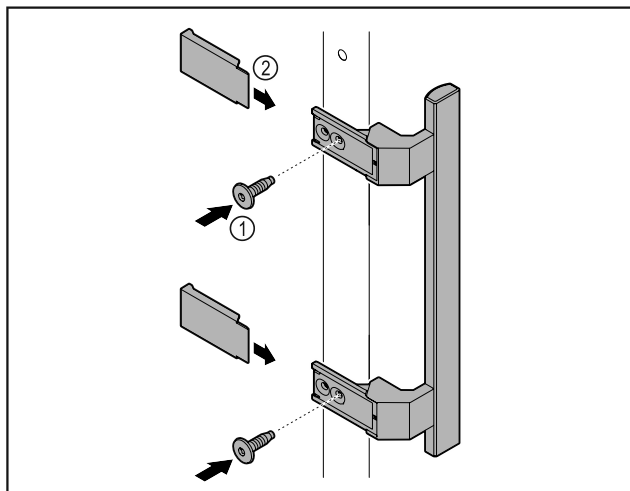

Fig. 8
- Skru håndtaget i tilbehørspakken fast på døren med de medfølgende skruer Fig. 8 (1).
- Sæt afdækningen Fig. 8 (2) på.